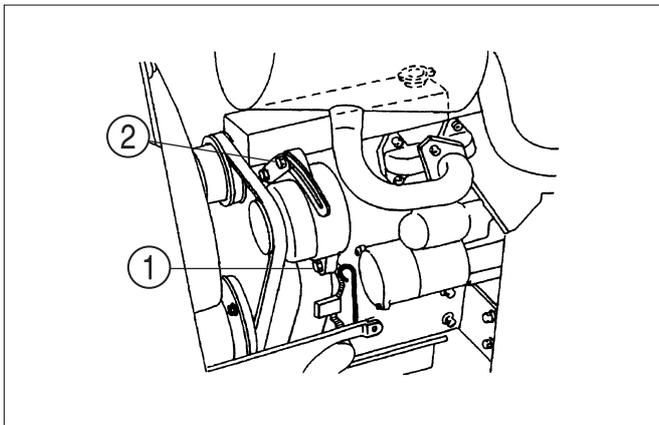

FIG. 68
**FIG. 68** : Pour ajuster la tension de la courroie, desserrez le boulon de pivot de l'alternateur ①, et le boulon de la ferrure de tension ②. Tirez le haut de l'alternateur vers l'extérieur pour tendre la courroie correctement, et serrez le boulon ②, d'abord, puis serrez le boulon de pivot ①.